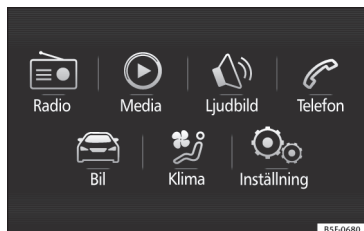

Bild 35 Easy Connect: Huvudmenyn
- Tryck på systemets **MENU**-knapp och sedan på **CAR** » **bild 35**-knappen eller **CAR**-knappen för att komma till **CAR**-menyn » **bild 36**.